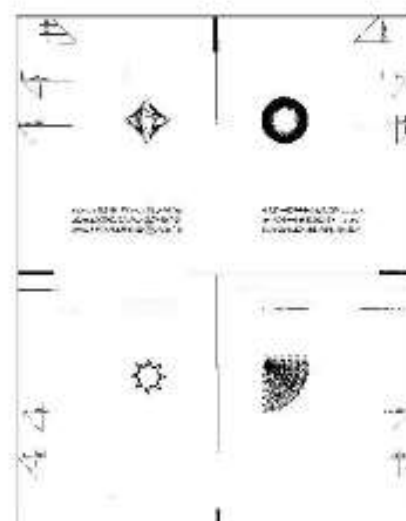
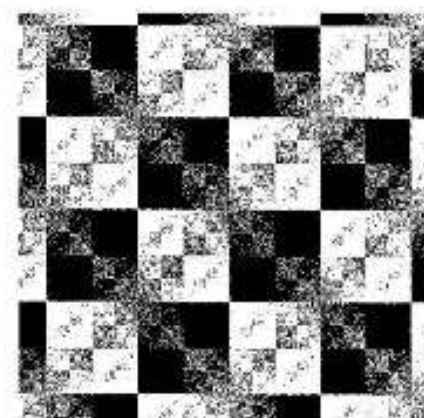

图1 Stop9测试打印
图2 诊断代码1-1测试打印
- 使用旁路时如果纸张前边(图2)在压纸垫位(图1)位置被断截，则将纸张翻个身，改置的纸张不能超过50张。
- 确保侧导板(图1)调向纸张但不挤压纸张。
同时按住 Stop 和 9 键，测试打印产生，图像正确(图1)。
输入诊断代码1-1，图像正确(图2)。